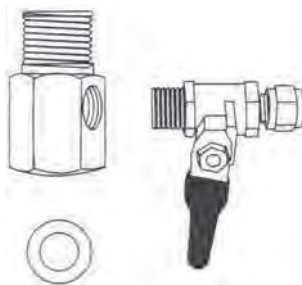

Рис. 10
2.1. Соберите узел подачи воды путем соединения шарового крана с тройником, как показано на **рис. 10**. Используйте ленту ФУМ, вверните кран подачи воды в тройник. Будьте предельно осторожны при подсоединении крана — чрезмерное усилие повредит его резьбу. Используйте только гаечный или малый разводной ключ. Не используйте другие материалы для герметизации соединения.